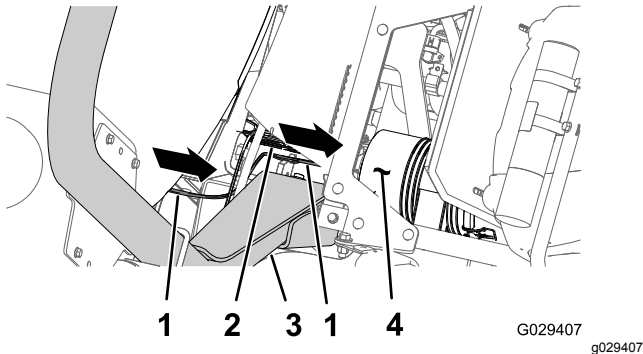
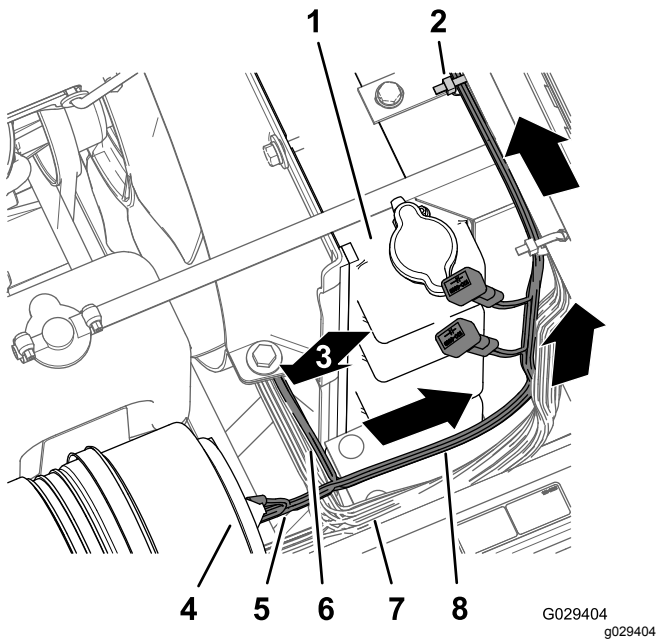

Bild 192
Bild 193
1. Verlegen Sie den Kabelbaum für das Finishingkit nach vorne zwischen dem Überrollbügel und der unteren Ecke des Sprühbehälters, entlang des Kabelbaums der Maschine und unter dem Luftfilter für den Motor (**Bild 192** und **Bild 193**).
Kühlers, über die Oberseite des Kühlers und unter das Unterteil der mittleren Konsole (**Bild 193**).